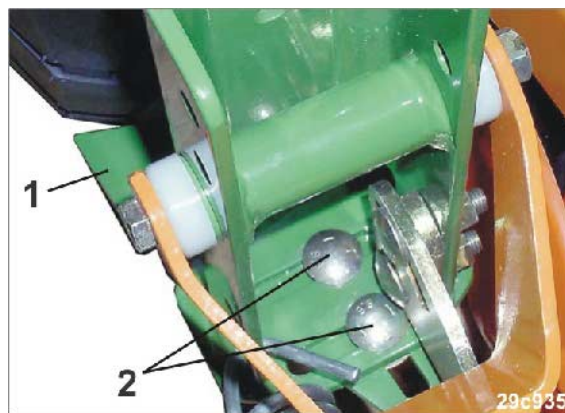

Рис. 216
1. Выверните болты (Рис. 216/2).
2. Отрегулируйте чистик колеса (Рис. 216/1).